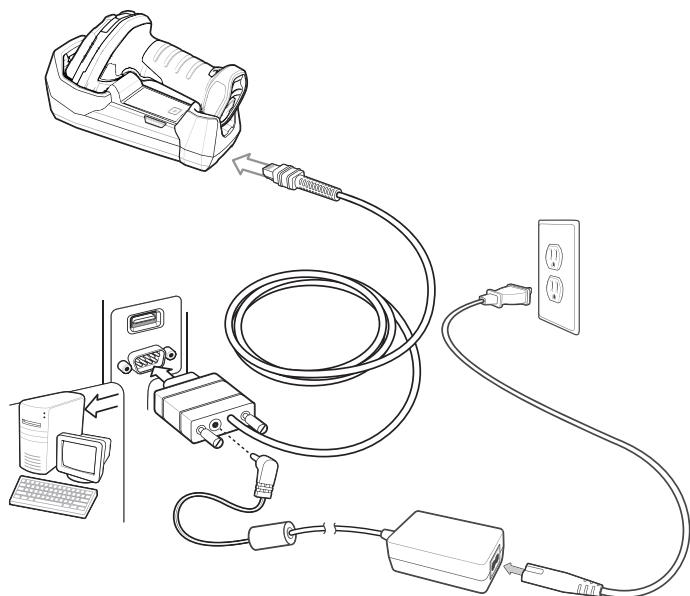

図 9-1 DS3678 への RS-232 直接接続
- ✓ **メモ** 必要なインターフェースケーブルは、設定によって異なります。図 9-1 のイラストに示したコネクタは、あくまでも例です。コネクタはイラストと異なる場合がありますが、クレードルを接続する手順は同じです。